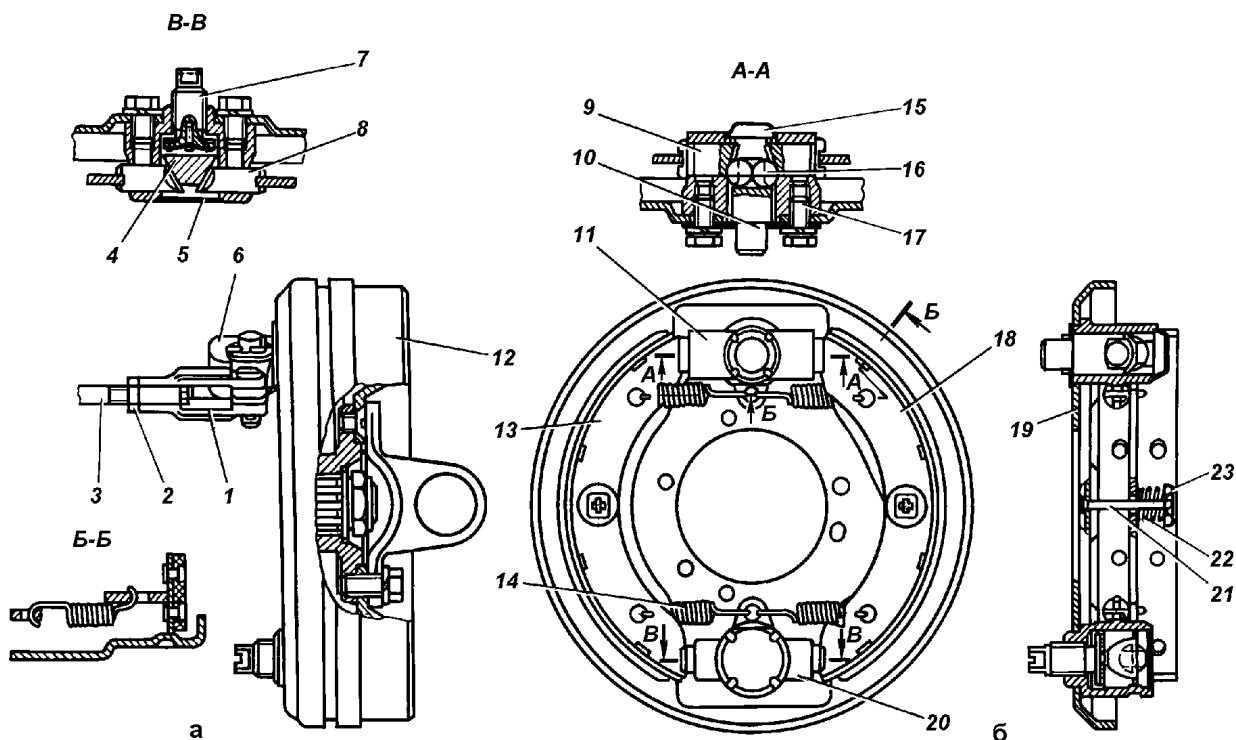
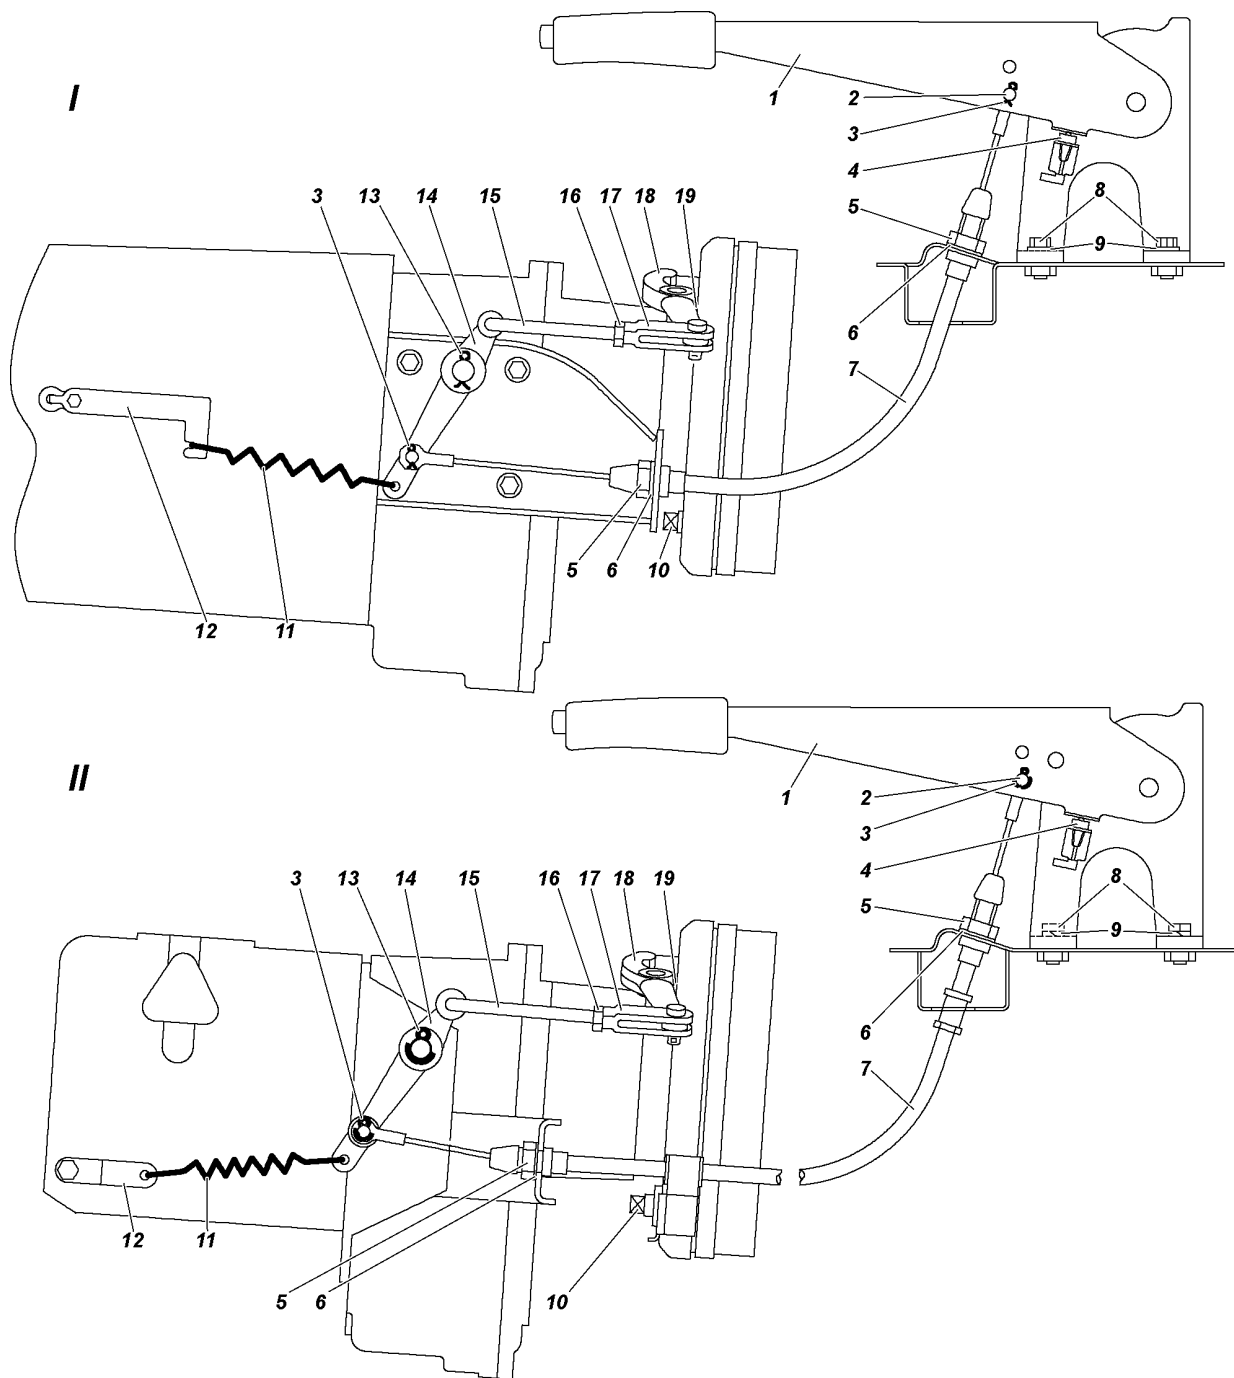

Рис. 13.10. Стояночный тормозной механизм:
Рис. 13.11. Привод стояночного тормозного механизма:
Стояночная тормозная система состоит из стояночного тормозного механизма (рис. 13.10) и его привода (рис. 13.11).
Регулировку производите, когда рабочий ход рычага 1 (см. рис. 13.11) становится более половины его максимального хода.
4. Снимите стяжные пружины 14 (см. рис. 13.10) и тормозные колодки 13 и 18.
1. Установите рычаг 1 (см. рис. 13.11) в крайнее нижнее положение.